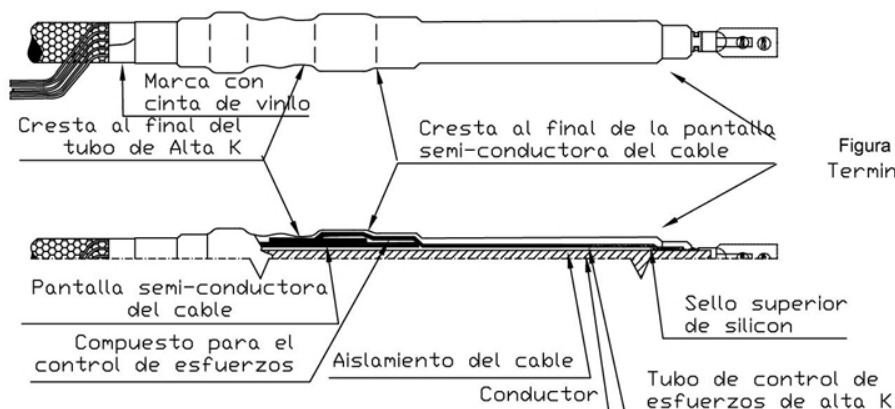

Figura 5.
- La figura 5 muestra el terminal ya conformado.